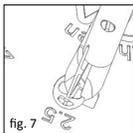

fig. 7
■ **fig. 7/8** La plaque de tête doit être fermée à l'aide des forceps de fermeture en titane (REF 8000137) ! Avec la micropince de fermeture (REF 8000 137), redresser l'étrier à l'intérieur du plateau de la prothèse et fixer le plateau sur le fût (fig. 7). Veiller à ce que la bonne branche de la pince de fermeture se trouve à la position voulue contre le plateau de la prothèse.